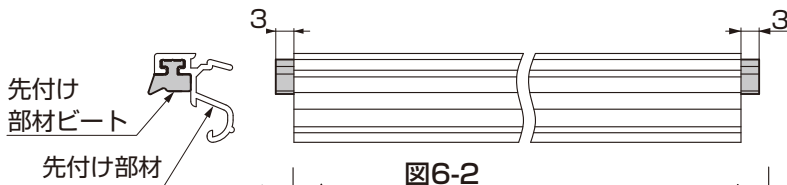

図6-2
- ②先付け部材のビートを両側3mm出るように長さをカットしてください。(図6-2参照)